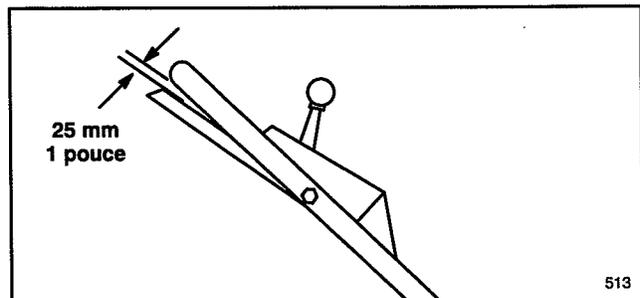

Figure 24
3. CONTRÔLE DU RÉGLAGE – Tirer lentement la tondeuse vers l'arrière en approchant progressivement la barre de commande du mancheron. Le réglage est correct si les roues arrière s'arrêtent de tourner lorsque la barre de commande se trouve à environ 25 mm (1 pouce) du mancheron (Fig. 24).